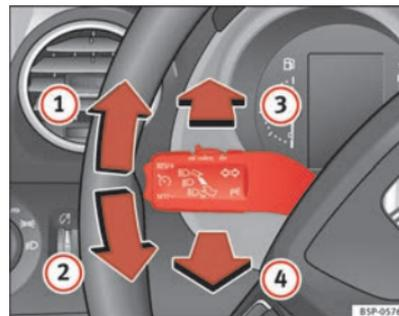

Fig. 78 Palanca de intermitentes y de luz de carretera
- Desplace la palanca hacia arriba hasta el tope ⇒ fig. 78 ① para encender el intermitente **derecho** o bien hacia abajo ②, para encender el intermitente **izquierdo**.
- Si las luces de cruce están activadas pulse la palanca hacia adelante ⇒ **página 129, fig. 78 ③** para encender la luz de carretera.
- Pulse la palanca hacia el volante ⇒ **página 129, fig. 78 ④** para apagar la luz de carretera.